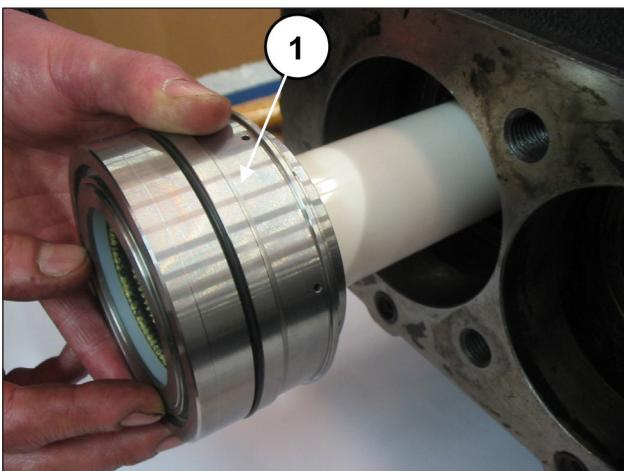

Fig. 180
Insira o anel circular no interior do carter da bomba (pos. ①, Fig. 179) e em seguida, o bloco da camisa - suporte do forro (completo pelo mesmo anel circular), anteriormente montado até a passagem (pos. ①, Fig. 180).